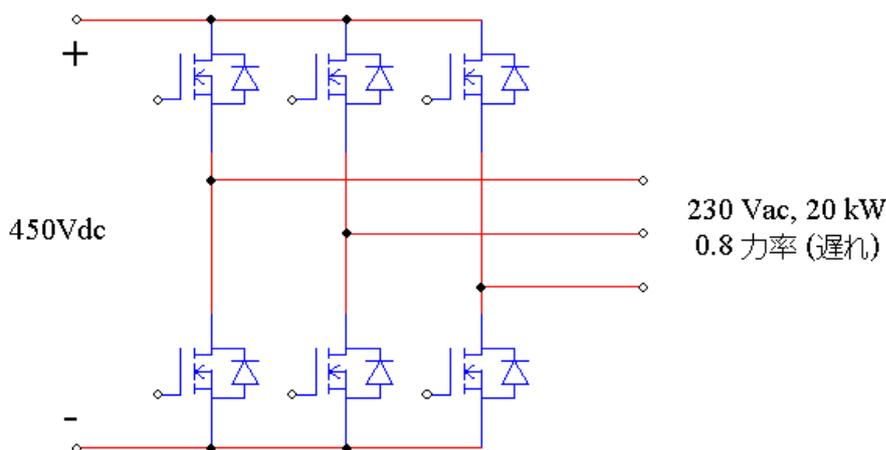

図 1 三相電圧型インバータ
まず、図 1 に示した三相電圧型インバータの損失を計算します。ここでは Semikron 社の三相 IGBT モジュール SEMiX151GD066HDs を使用します。
SEMiX151GD066HDs のデータシート Fig.1 にデバイスの順方向特性「 $V_{ce}(sat)$ vs. I_c 」の $T_j=25^{\circ}C$ $V_{GE}=15V$,と $T_j=150^{\circ}C$ $V_{GE}=10,15,17V$ 時の波形があります。エネルギー損失 E_{on} 、 E_{off} vs. I_c は $V_{GE}=-8/+15V$ で定義されていますので $V_{GE}=+15V$ の波形を選択します。
デバイスデータベースの電気的特性に、データシートの Fig.1 から波形をキャプチャする方法を次に説明します。
- ・Fig1 のグラフを表示し、プリントスクリーンキー (PrtSc) を使いクリップボードにコピーします。グラフウィザードボタンの  ボタンをクリックするとダイアログウィンドウに次図のようにグラフがコピーされます。
- ・をクリックします。ここで、Ic は X 軸、 Vce(sat)は Y 軸です。データシートの Fig.1 の設定では X,Y 軸の設定が逆なので“グラフ反転”にチェックを入れて X0 に 0、Xmax に 4、Y0 に 0、Ymax に 300 を入力します。Suffix はこの Data では X 軸 Y 軸共に空欄です。ジャンクション温度 Tj は 25°Cを入力してください。